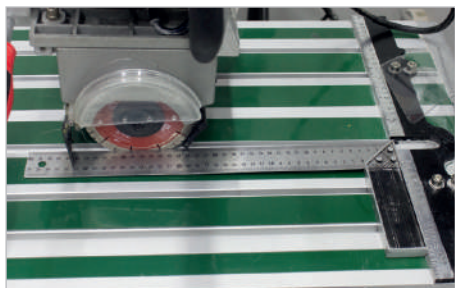

рис.13
**Производится только после проверки угла диска п.8!** Для настройки необходимо расположить станок на горизонтальной поверхности. Возможны 2 варианта регулировки боковой планки - с помощью угольника и плоскости диска или с помощью угольника и лазерной метки. **Вариант регулировки №1 (рис.13):**